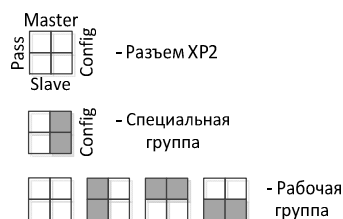

Рисунок 1. Выбор группы режимов работы «С2000-Ethernet».
Для обновления версии прибора «С2000-Ethernet» по RS-232 необходимо его подключить к COM-порту компьютера и перевести прибор в режим конфигурирования (положение джампера – «Config»). Положение джампера на разъеме ХР2 (рисунок 1) определяет группу режимов работы прибора: рабочую и специальную. Закрашенные квадраты соответствуют установленному состоянию джампера.
- 2) Перевести прибор в режим конфигурирования (положение джампера – «Config», см. рисунок 1);
- 3) Установить джампер на плате C2000-Ethernet в положение «Config» (см. рисунок 1);
6) Установить джампер на плате C2000-Ethernet в положение «Pass» (см. рисунок 1);